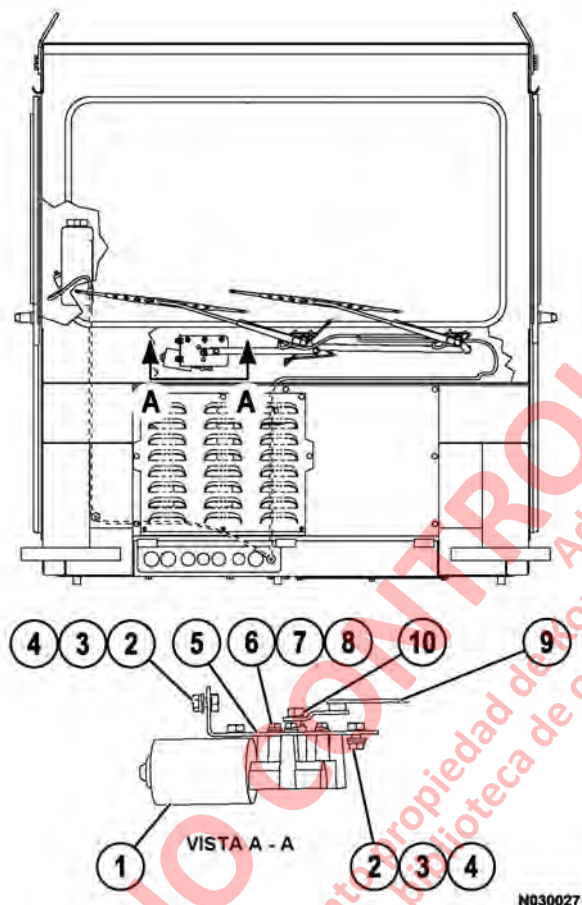
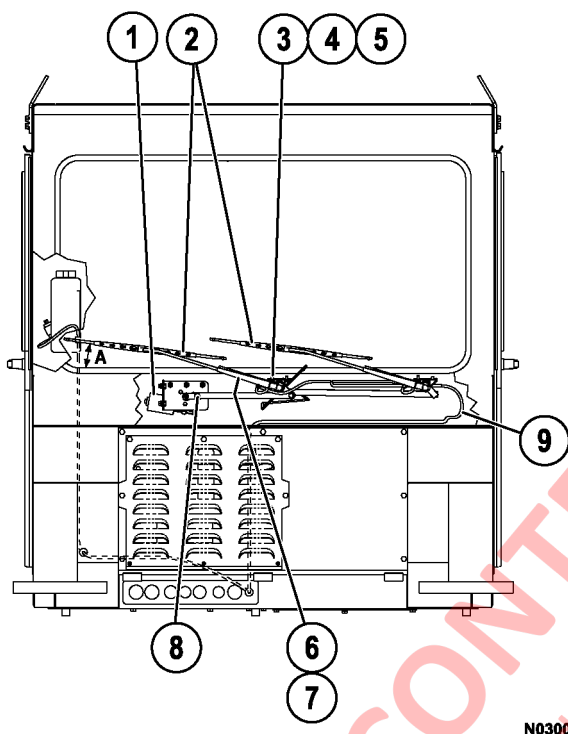

FIGURA 3-1. INSTALACIÓN DEL LIMPIAPARABRISAS
FIGURA 3-3. POSICIÓN DE DETENCIÓN
3. Mientras mantiene la articulación inmóvil, saque la tuerca (10, Figura 3-1) y desconecte la articulación del motor.
4. Saque los tres tornillos (6) y las arandelas que sujetan el motor del limpiaparabrisas a la placa (5). Desmonte el conjunto del motor.
1. Coloque el motor del limpiaparabrisas (1, Figura 3-1) en su posición sobre la placa (5).
2. Instale los tres tornillos (6) con las arandelas planas (7) y las arandelas de seguridad (8). Apriete los tornillos a un torque de **8-9 N·m (71 - 79 in lb)**.
3. Alinee el eje de la salida del motor con la articulación del limpiaparabrisas. Instale la tuerca (10) y mientras sostiene la articulación inmóvil, apriete la tuerca a un torque de **22-24 N·m (16-18 ft lb)**.
5. Verifique que los limpiaparabrisas funcionen correctamente y que se mantengan en su posición de detención correcta. Consulte la Figura 3-3.
3. Verifique que los brazos de los limpiaparabrisas funcionen correctamente y que se mantengan en su posición de detención correcta después de finalizar la instalación. Consulte la Figura 3-3.
2. Retire el retenedor del limpiaparabrisas (8, Figura 3-3) y desconecte su articulación del brazo accionador del motor del limpiaparabrisas.
4. Retire los tornillos (3, Figura 3-3) y las arandelas.
2. Instale los tornillos (3, Figura 3-3) con las arandelas de seguridad (4) y las arandelas planas (5), luego apriete los tornillos.
4. Alinee la articulación y conéctela al brazo accionador del motor del limpiaparabrisas con el retenedor (8, Figura 3-3).
NOTA: Cuando el motor esté detenido, el brazo de accionamiento estará en posición de 3 en punto, como aparece en la Figura 3-3.